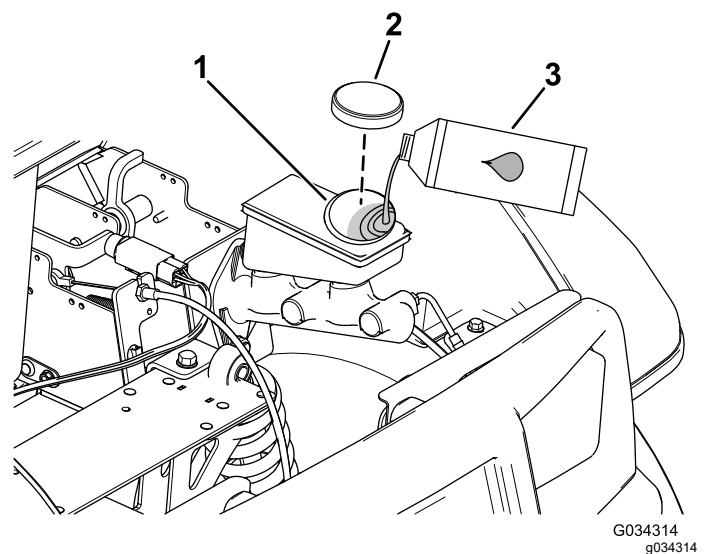

Figura 61
4. Eleve el capó para acceder al cilindro del freno principal y al depósito (Figura 61).
- A. Limpie la zona alrededor del tapón del depósito y retire el tapón (Figura 61).
- C. Coloque el tapón del depósito (Figura 61).